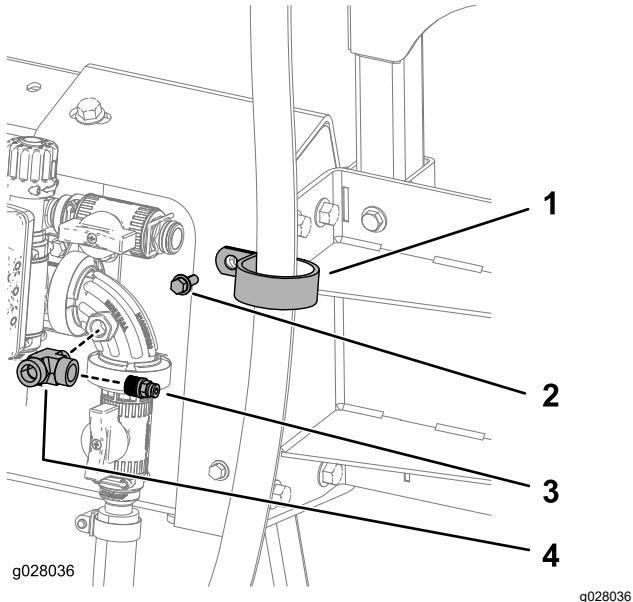

Figure 37
- Fixez le flexible (180 cm) au support supérieur à l'aide d'un collier en R, d'un boulon ($\frac{1}{4}$ "-20 x $\frac{3}{4}$ ") et d'un écrou (1/4"-20), comme montré à la Figure 37.
- Appliquez du produit d'étanchéité au PTFE sur le filetage du raccord en T et branchez le raccord à la vanne de commande (Figure 37).
- Appliquez du produit d'étanchéité au PTFE sur le filetage du coupleur et branchez le coupleur au raccord en T (Figure 37).